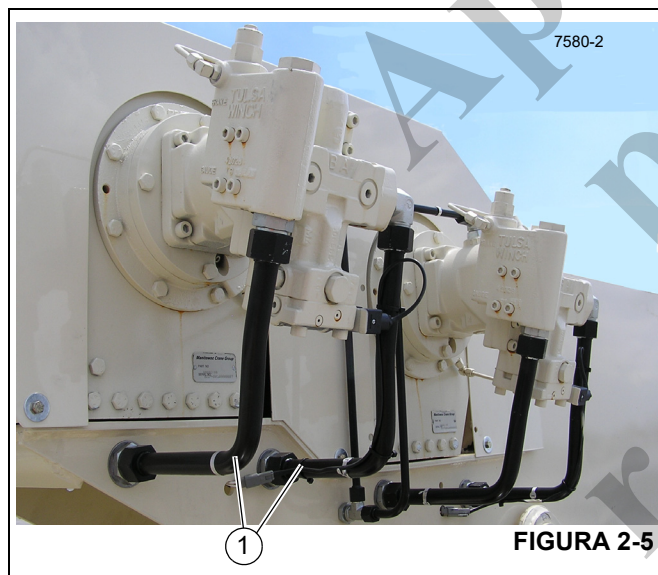

FIGURA 2-5
1. Desconecte as mangueiras das duas entradas de trabalho (1, Figura 2-5) no motor do guincho e tampe as entradas do motor do guincho.